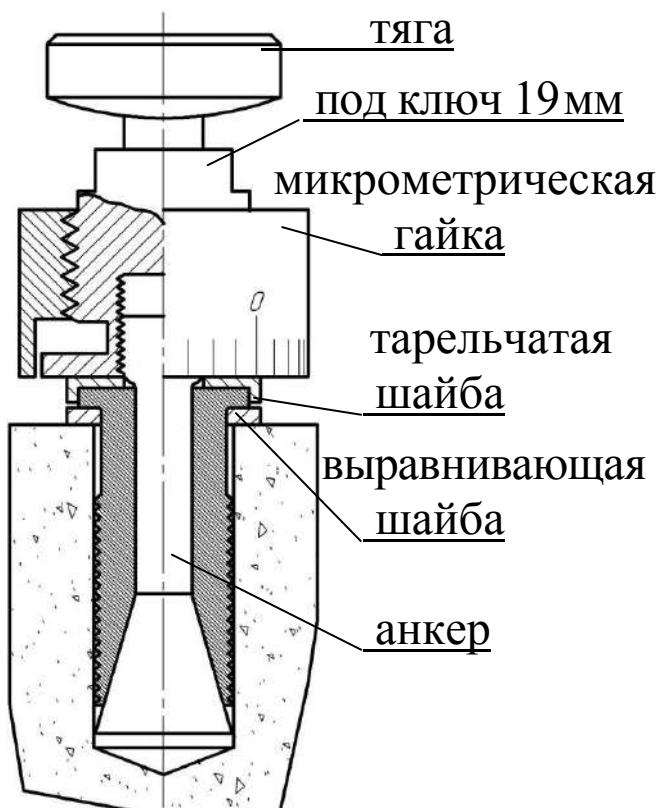

Рисунок 2.1 – Установка анкера
2.2.1.5 Заложить анкерное устройство с тягой в подготовленное отверстие до упора выравнивающей шайбы в поверхность бетона (рис. 2.1) и создать предварительное напряжение в зоне установки анкера, для чего ключом на 19 довернуть тягу по часовой стрелке, не допуская вытягивания анкера из отверстия. Затяжку привести с усилием (момент затяжки $4,5 - 5,0 \text{ кг}\cdot\text{м}$).